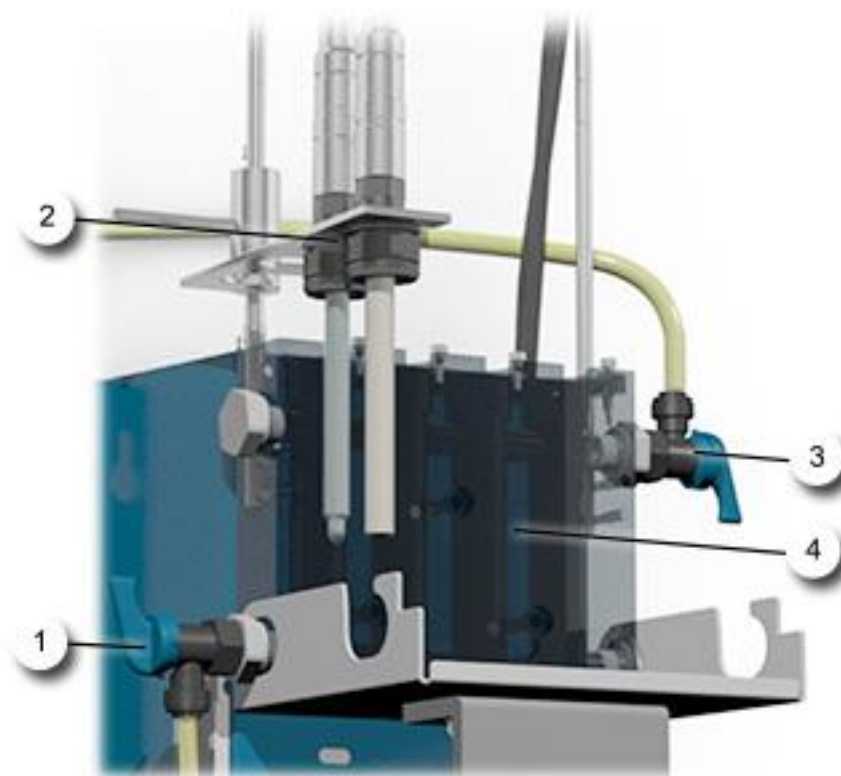

Figure 19: Vue d'ensemble AquaMaster avec AquaScat WTM
2.	<p>Retirer tous les sondes du bloc de mesure et les positionner sur le bras de verrouillage (Figure 19, position 2).</p> <hr/> <p>i Plonger les sondes de pH et de conductivité dans un récipient d'eau pour éviter qu'ils ne sèchent. Ne pas utiliser de l'eau distillée, mais de l'eau du robinet propre.</p> <hr/>
3.	Retirer le flexible du bloc de mesure auprès du robinet de réglage d'admission (Figure 19, position 1), ouvrir le robinet d'admission et laisser le bloc de mesure se vider dans un récipient.
4.	Nettoyer le bloc de mesure (Figure 19, position 4) à l'aide d'un goupillon.
5.	Remettre en place le flexible d'admission (Figure 19, position 1).